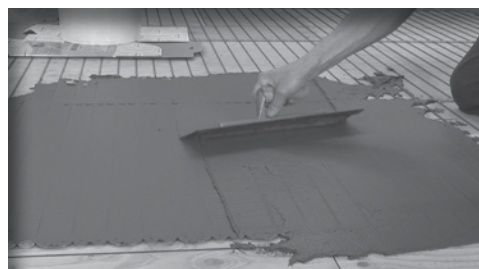

Figure 14
Hisser le câble non chauffant dans le mur à l'aide d'un ruban de tirage ou d'une corde. Tirer jusqu'à ce que le câble entre dans la boîte de raccordement (figure 14).
1. Technique de ragréage avec ciment-colle modifié aux polymères (figure 14) – Revêtement de céramique ou de pierre naturelle